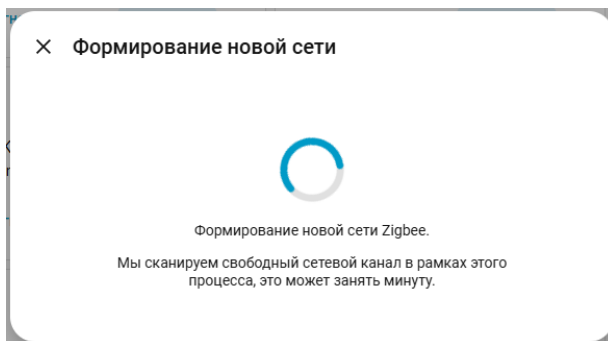

Рис. 3.20. Окно ожидания формирования новой сети
9. Ожидаем формирования новой сети (рис. 3.20).